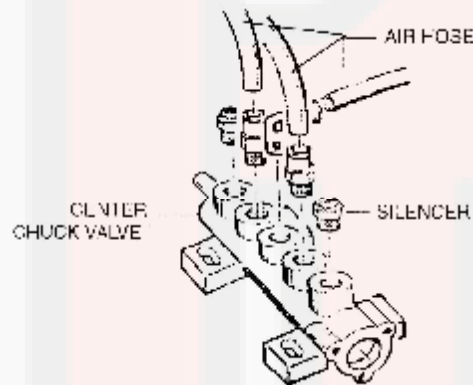

рис.11
- 10) Для очистки или замены клапана отжима покрывки повторите шаги 8, 9, 10 (см. рис.11).